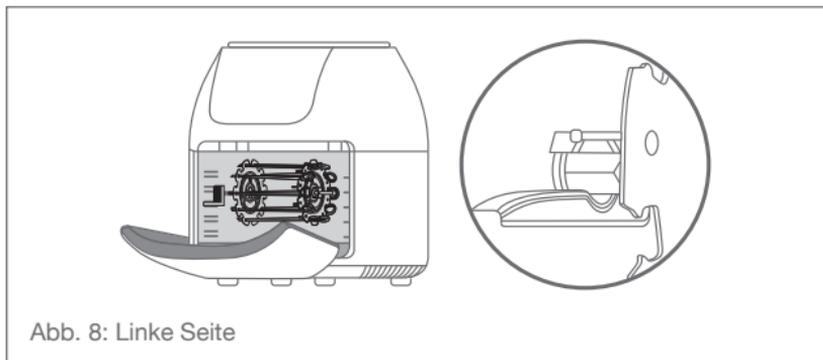

Abb. 8: Linke Seite
1. Öffnen Sie die Tür (12) mit dem Türgriff (13).
3. Führen Sie zuerst die linke Seite des rotierenden Frittierkorbes (2) oder des Grillspießes (4) in die dafür vorgesehene Vertiefung der Rotisseriewelle, das sich auf der linken Innenseite der Multifunktionalen Heißluftfritteuse befindet – siehe Abb. 8.